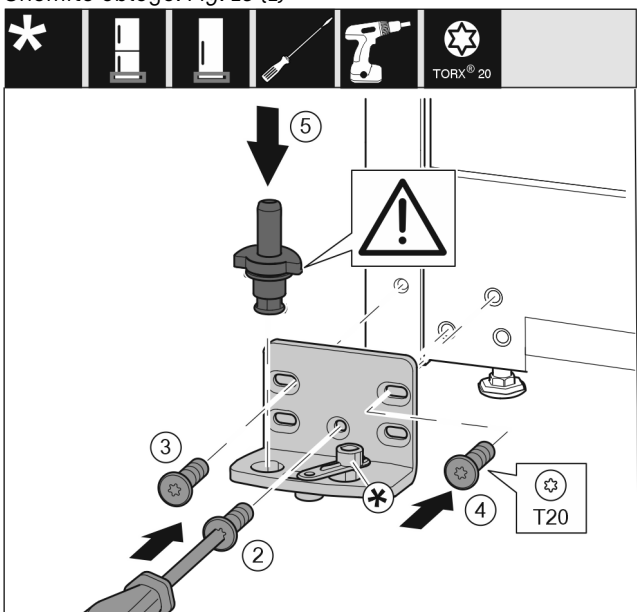

Fig. 14
- ▶ Ležajni podstavek namestite na drugo stran in privijte s pomočjo izvijača T20. Pričnite z vijakom 2 spodaj na sredini. Fig. 14 (2)
- ▶ Privijte vijaka 3 in 4. Fig. 14 (3,4)
- ▶ V celoti vstavite ležajni sornik. Pri tem pazite na to, da je zaskočni zapah obrnjen nazaj. Fig. 14 (5)